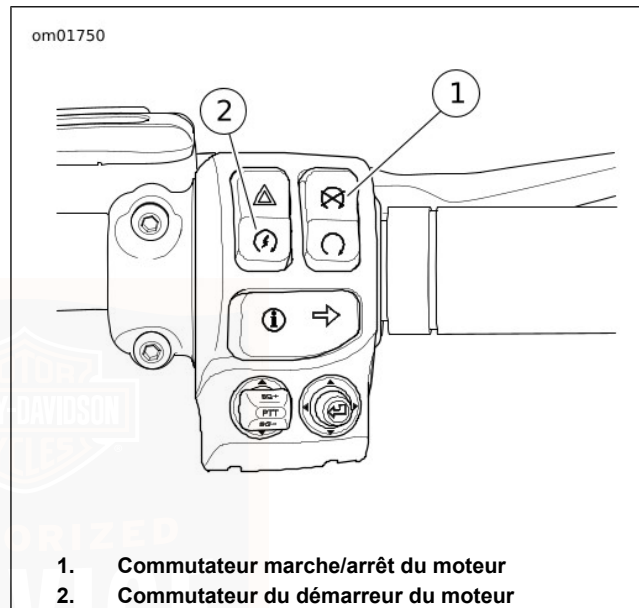

Figure 49. Commandes sur la droite du guidon
2. Voir Figure 49. En présence d'un porte-clés du système de sécurité attribué, mettre le commutateur MARCHE/ARRÊT en position MARCHE.